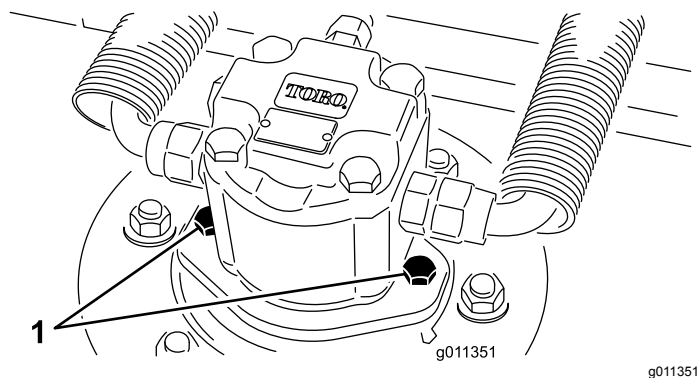

図 98
2. デッキから油圧モータを外す 図 98。異物がつかないように、スピンドル上部にはカバーを掛けておく。
3. デッキに油圧モータを取り付ける 図 98。Oリングを忘れずに、また、損傷させないように注意して取り付ける。